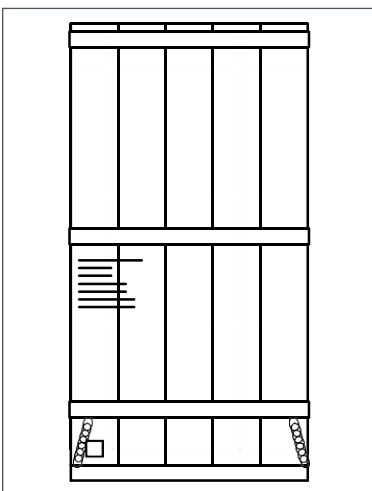

Fig. 3.2
- Pour le transport maritime, les modules sont mis sous film d'aluminium soudé avec un dessiccateur et emballés dans une caisse fermée à fond en bois hermétiquement fermée (aussi pour le transport en conteneurs, Fig. 3.2).
- Pour le transport des cellules par avion, elles sont emballées dans des harasses et recouvertes d'un capot de protection (contre la poussière) en film PE, ou dans des caisses en bois, aussi à fond en bois fermé, cependant sans capot de protection (contre la poussière, Fig. 3.2).